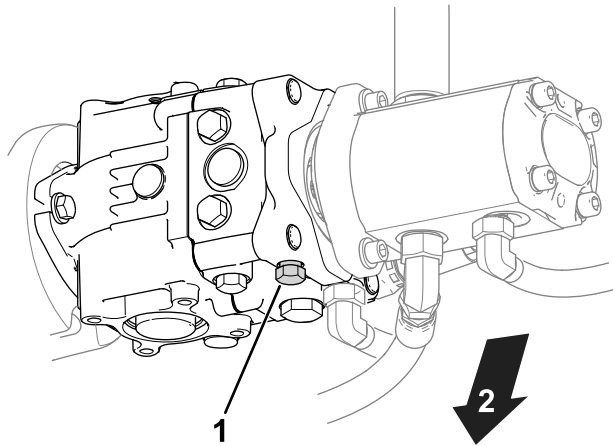

Figura 24
1. Localice la válvula de desvío en la bomba (Figura 24).